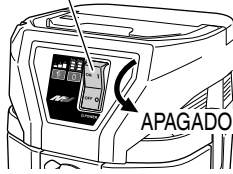

Fig. 8
1. **Confirme que el interruptor de vacío está APAGADO. (Fig. 8)**